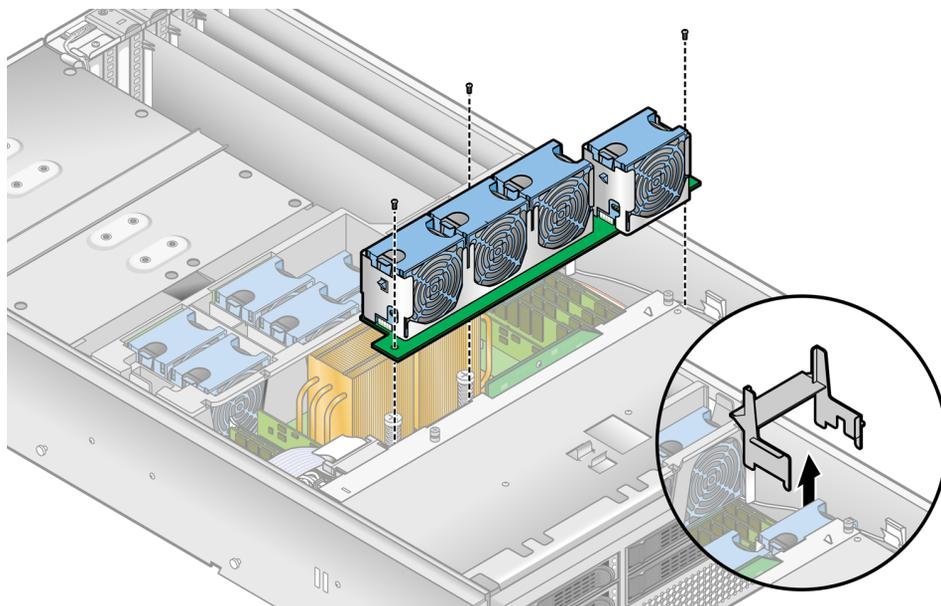

FIGURE 4-22 Retrait de l'ensemble panier à ventilateurs avant
3. **Retirez le déflecteur d'air en plastique de la base du ventilateur 12 (voir FIGURE 4-22).**
4. **Retirez les trois vis qui fixent l'ensemble panier à ventilateurs à la carte mère (voir FIGURE 4-22).**